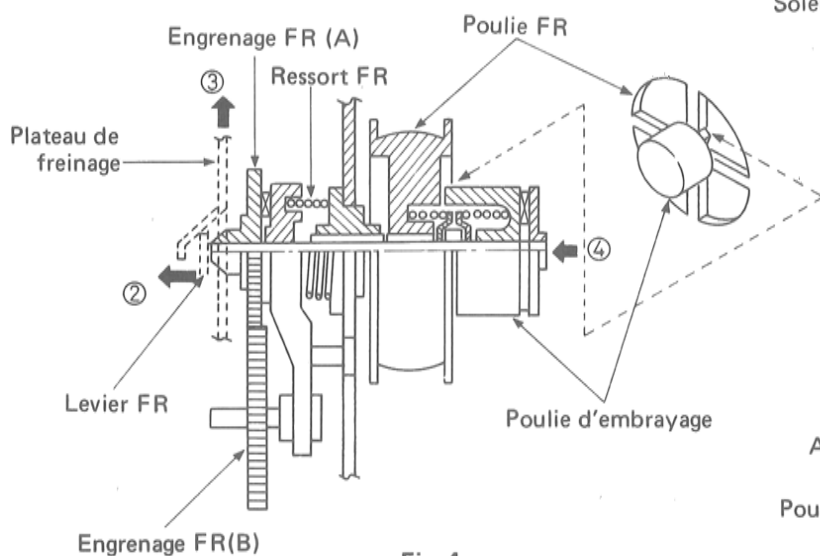
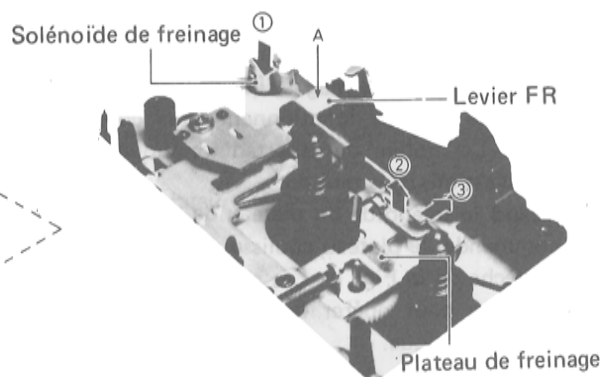

Fig. 4
Fig. 5
Quand le solénoïde de freinage fonctionne, le levier FR se déplace dans le sens de la flèche (2) pivotant au point (A) indiqué sur la Fig. 5., la partie inclinée du plateau de freinage qui est montrée sur la Fig. 4 est pressée par le levier FR et le plateau de freinage remonte. C'est de cette façon que le caoutchouc de freinage est séparé de la bobine et que le frein est libéré.
Quand le levier FR se déplace dans le sens indiqué par la flèche (2), les engrenages FR (A), (B) de la Fig. 4. sont relevés par le ressort FR pour que les engrenages de bobine s'engrènent sur l'engrenage FR (B).
Le mécanisme de patinement est installé sous l'engrenage FR (A) comme le montre la Fig. 4 pour interrompre l'enroulement de la bande quand elle est complètement dévidée.